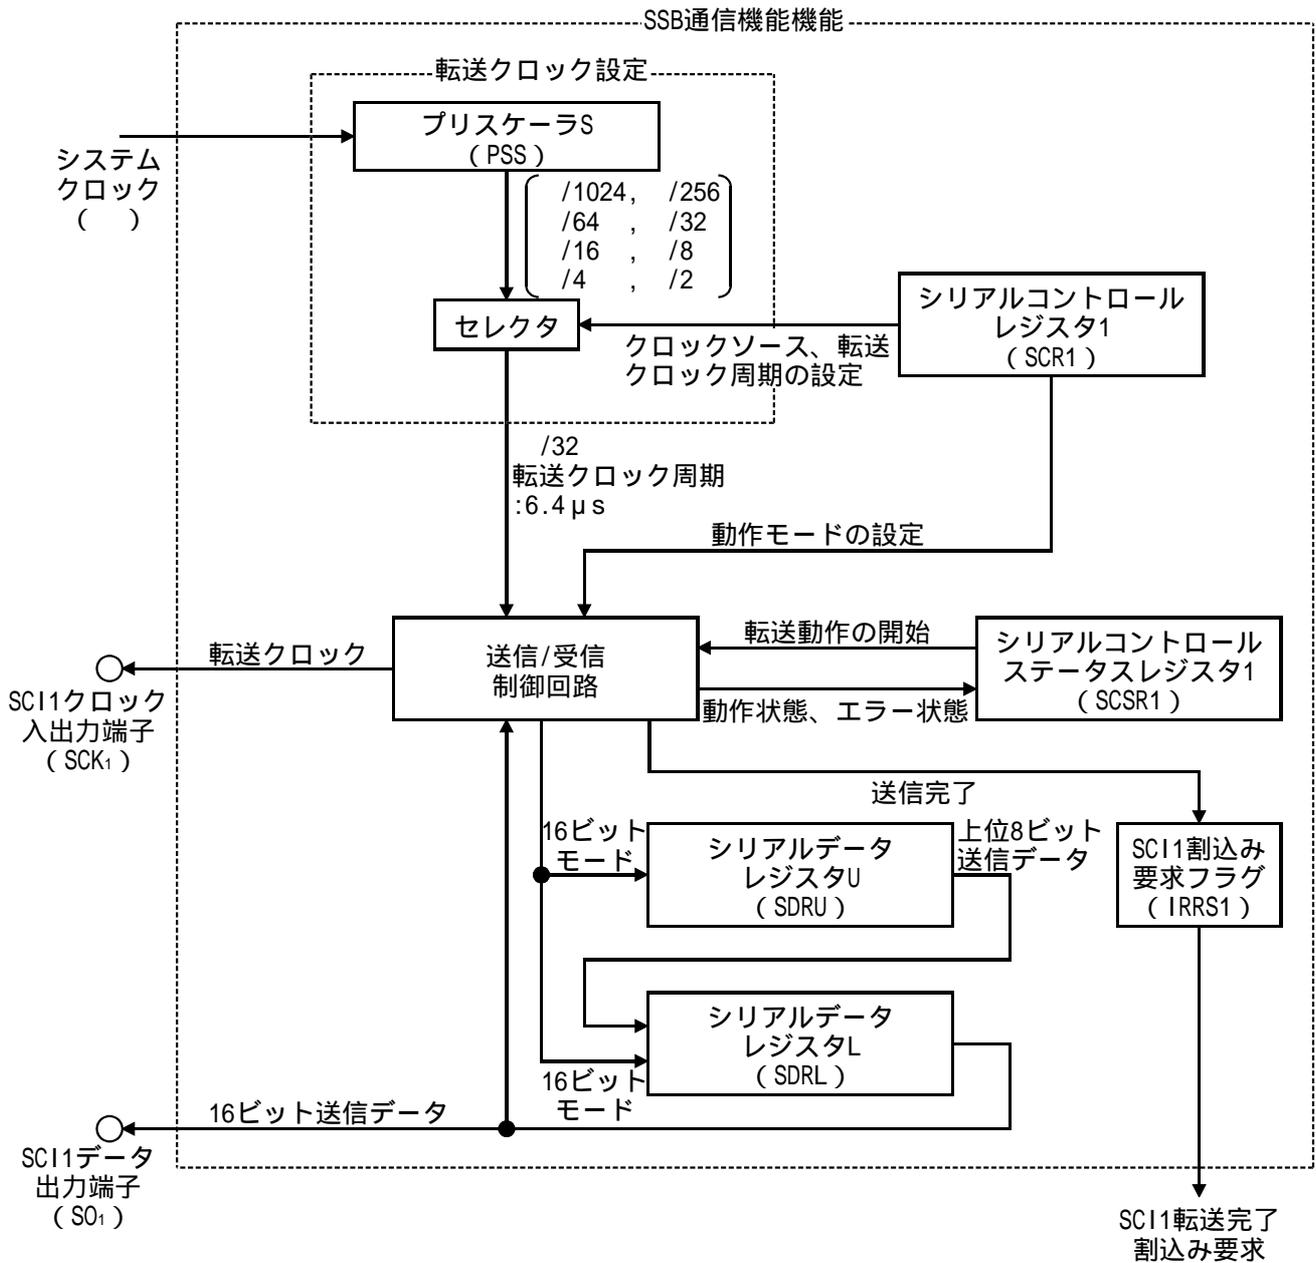

図2 SSB通信機能のブロック図
- (1) 本タスク例では、シリアルコミュニケーションインタフェース (SCI : Serial Communication Interface) を使用して、SSB通信を行ないます。図2にSSB通信のブロック図を示します。以下にSSB通信のブロック図について説明します。